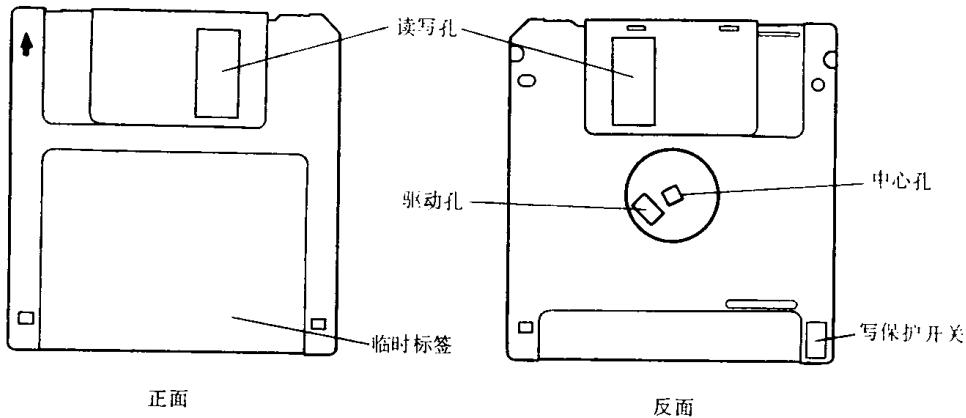

图 1-3 3.5in 软盘片外形图
3.5in 软盘片外形如图 1-3 所示。从图上可以看出,它与 5.25in 软盘片有些不同,除存储密度